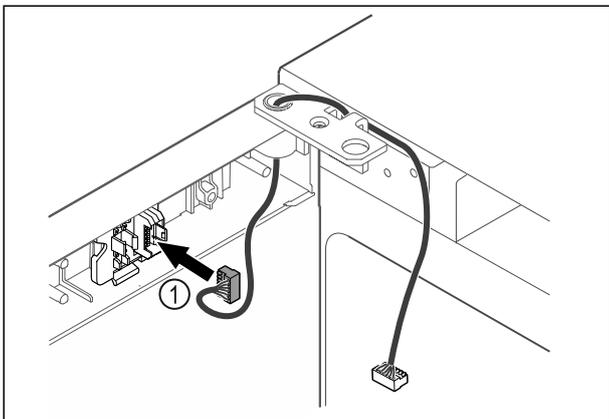

Fig. 45
- ▶ Вставити штекер Fig. 45 (1) в кріплення штекера.